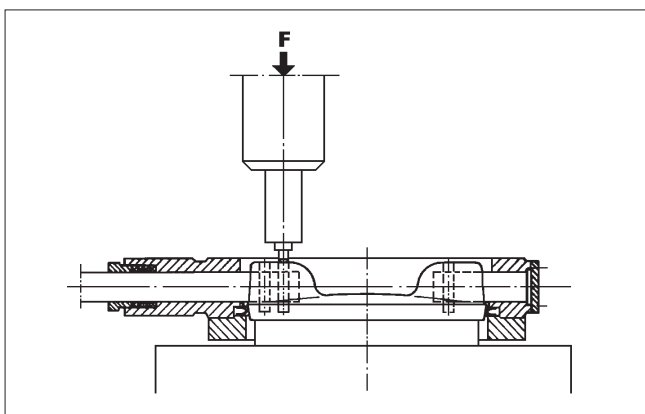

Fig. 16 Compression des goupilles
- Assurez le support du disque dans une position parfaitement horizontale au cours du montage des goupilles. Enfoncez les nouvelles goupilles dans leurs logements et pressez-les avec un outil presseur à leur forme finale (cf. Fig. 16). Utilisez un outil d'un diamètre inférieur à celui des goupilles. Cf. Tableau 9 pour la force de compression.